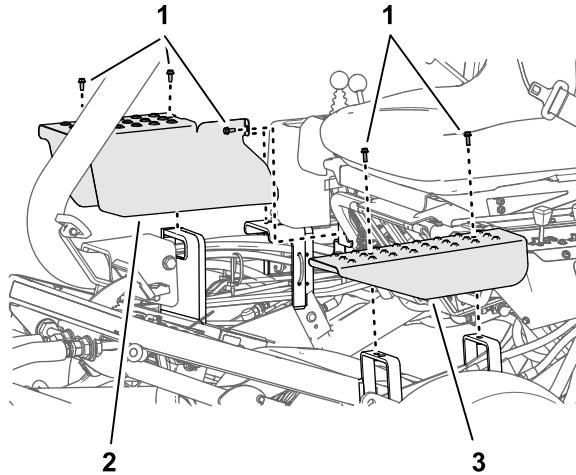

图 52
2. 找到正从机箱支撑托架调整的提升油缸卸下固定提升油缸盖板的螺栓图 52。